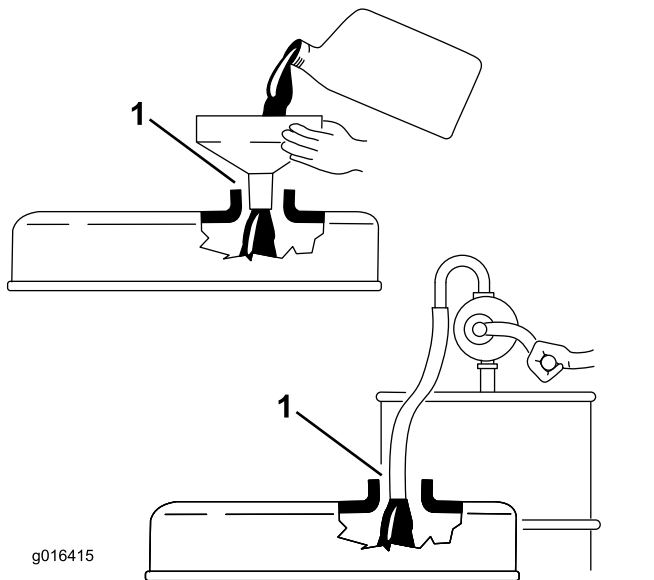

図 32
**重要** エンジンオイルを補給するときには、ディップスティックを抜いておいてください。エンジンオイルを補給する時には、補給口とジョウゴなどの間に必ず図 32 に示すようなすき間が必要です。これは補給の際に通気を確保し、オイルがブリーザ内部に侵入しないようにするためです。